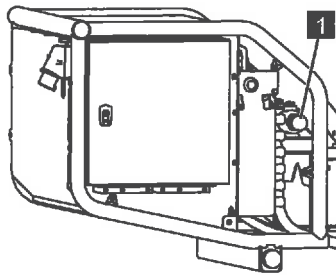

Abb. 187
3. Das Ventil (Abb.187/1) eindrücken und im Uhrzeigersinn verriegeln.